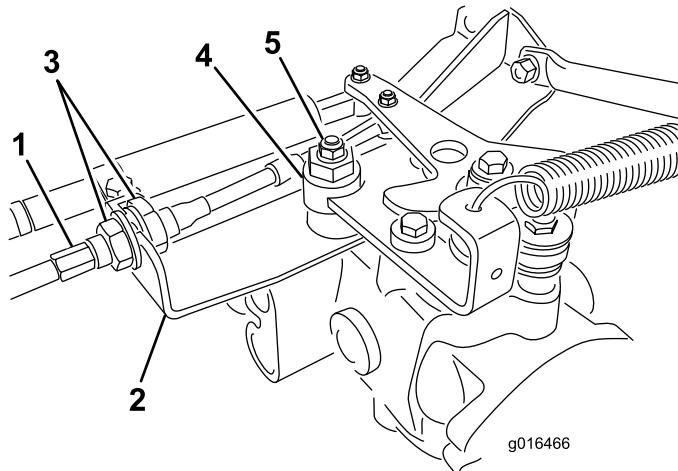

Bild 42
- A. Lösen Sie beide Klemmmuttern, mit denen der Fahrantriebs-Bowdenzug an der Trennwand am Hydrostat befestigt ist (Bild 42). Achten Sie darauf, dass die Klemmmuttern gleichmäßig gelockert sind und eine ausreichende Einstellung ermöglichen.
- B. Lösen Sie die Mutter, mit der der Exzenter oben am Hydrostat befestigt ist (Bild 42).
- D. Drehen Sie den Ekzenter, bis kein Kriechen in jeder Richtung auftritt. Ziehen Sie die Schraube fest, wenn sich das Rad nicht mehr dreht, um den Ekzenter und die Einstellung zu arretieren (Bild 42). Überprüfen Sie die Einstellung mit dem Gasbedienungshebel auf „Langsam“ und auf „Schnell“.
- E. Ziehen Sie die Sicherungsmuttern, mit denen der Bowdenzug an der Trennwand befestigt ist, **gleichmäßig** von der Innenseite der Trennwand fest (Bild 42). Verdrehen Sie nicht den Bowdenzug.